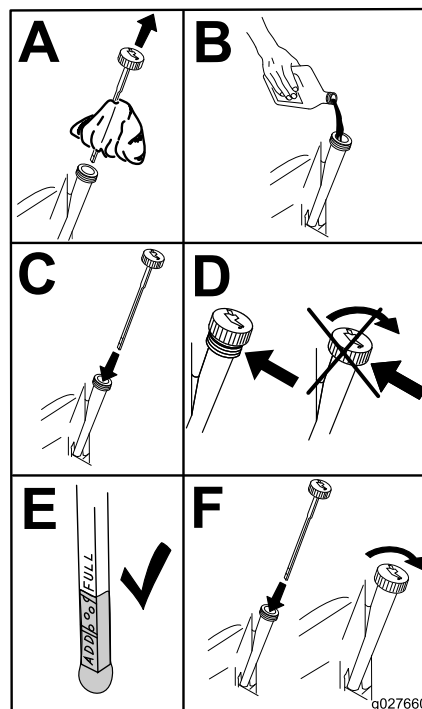

Bild 47
4. Gießen Sie langsam ungefähr 80 % der angegebenen Ölsorte in den Einfüllstutzen und füllen Sie dann vorsichtig mehr Öl ein, um den Ölstand an die **Voll**-Marke zu bringen (Bild 47).